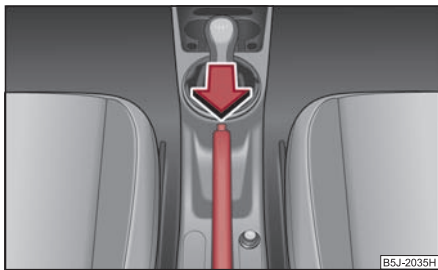

Abb. 125 Mittelkonsole:
- Ziehen Sie den Handbremshebel etwas hoch und drücken Sie **gleichzeitig** den Sperrknopf ⇒ Abb. 125 hinein.